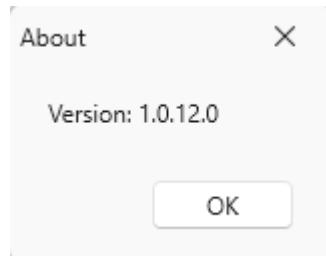

Рисунок 42 – Информация о версии ПО
9.1 На главном экране «SOMEexplorerFull», представленном на рисунке 7, при нажатии на кнопку  будет выведена информация о версии ПО (рисунок 42).